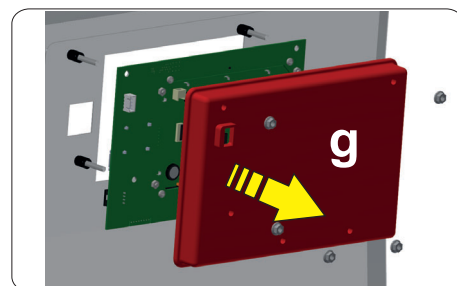

Abb. 13
- Die Platine ersetzen. Montieren Sie wieder die Plastik-Abdeckung und die Dichtung, und achten Sie dabei darauf, dass die Dichtung auf dem Blech haftet (Punkt g - siehe **Abb. 13**).